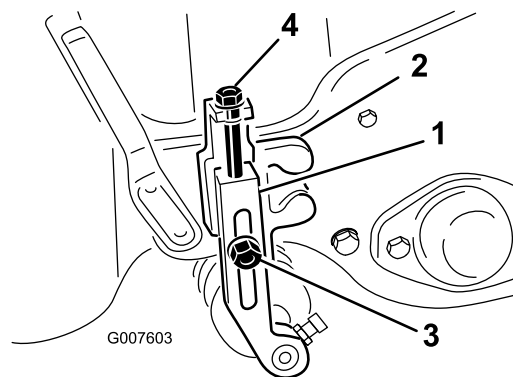

Figure 48
2. Desserrez les contre-écrous de fixation des bras de hauteur de coupe sur les supports de hauteur de coupe (Figure 48).